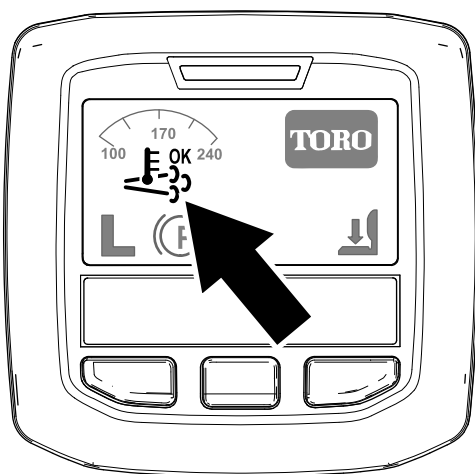

Рисунок 26
- Значок активной регенерации / регенерации со сбросом отображается на дисплее инфо-центра (Рисунок 26).